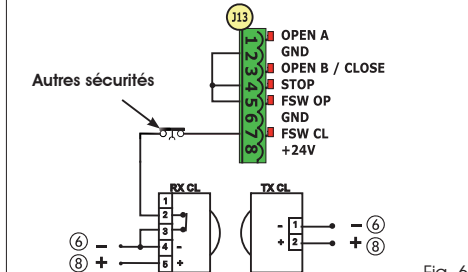

Fig. 6
- En utilisant la sécurité FAIL-SAFE, brancher l'alimentation des émetteurs à l'OUT après l'avoir convenablement réglée (voir programmation de 2ème niveau et Fig. 6).
- En utilisant la sécurité FAIL-SAFE, les entrées de sécurité non utilisées devront également être shuntées avec le négatif d'OUT (voir Fig. 6).